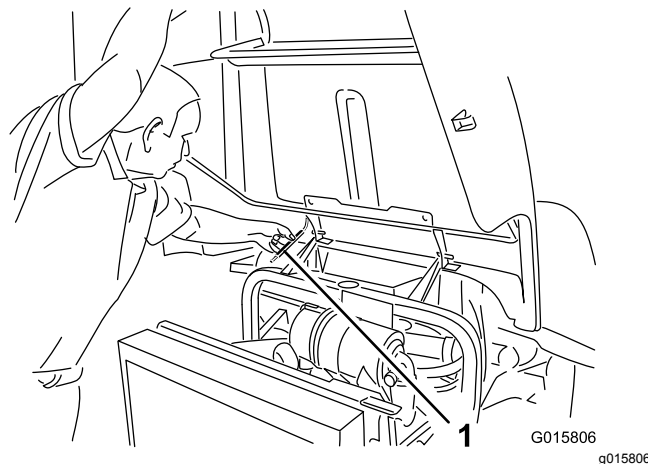

Figura 28
2. Sollevare il cofano fino a quando non è possibile posizionare l'asta di sostegno dietro il tubo del telaio (Figura 28).